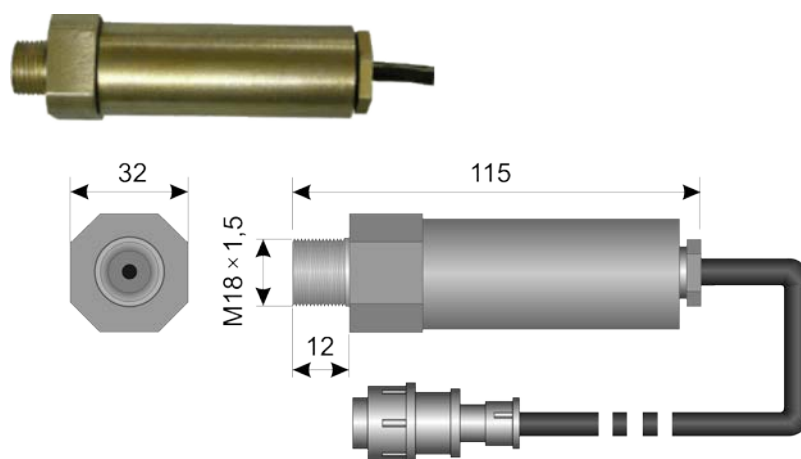

Рис. 4
- 3) Датчики давления АС-ДДВ-01 _____ 4 шт, Рис.4;
6.6. Датчик давления, Рис.4, представляет собой прибор, преобразующий давление в электрический сигнал. В модификации, применяемой в АС-ДУ-01 выходные сигналы всех датчиков давления, вне зависимости от рабочего диапазона привязаны к шкале 0÷5В.